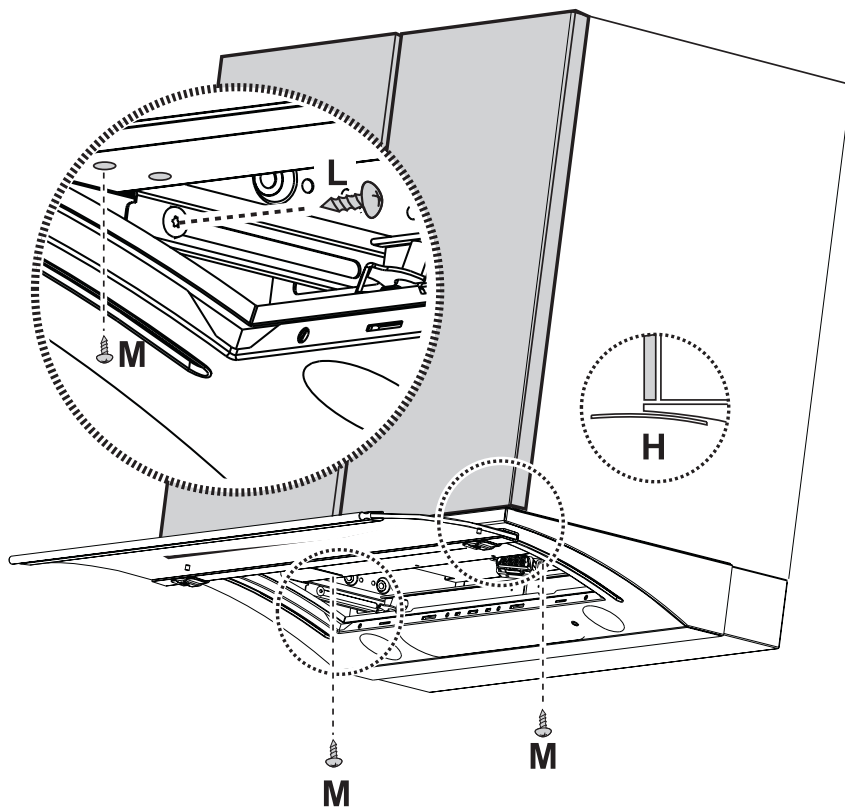

Fig. 7
7. Reguler den nedre delen av ventilatoren slik at den fremste delen er kant i kant med kjøkkenskapet (**H** - Fig. 7). Deretter festes den nedre delen med 2 skruer (en på hver side - **L** - Fig. 7 - For å sette i disse to skruene må man fjerne filterristen og skru dem på innsatsene som er festet til skinnene på mantelen).
8. Ved hjelp av de 2 skruene **M** festes ventilatorens nedre del til kjøkkenskapet (fig. 7). Benytt 2 av de 4 tilgjengelige hullene og kontroller at skruene festes godt i kjøkkenskapet.